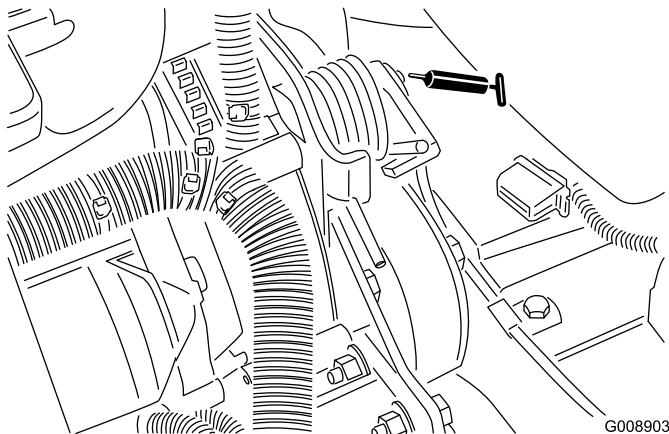

Figura 59
- Articulação da tensão da correia (Figura 59)